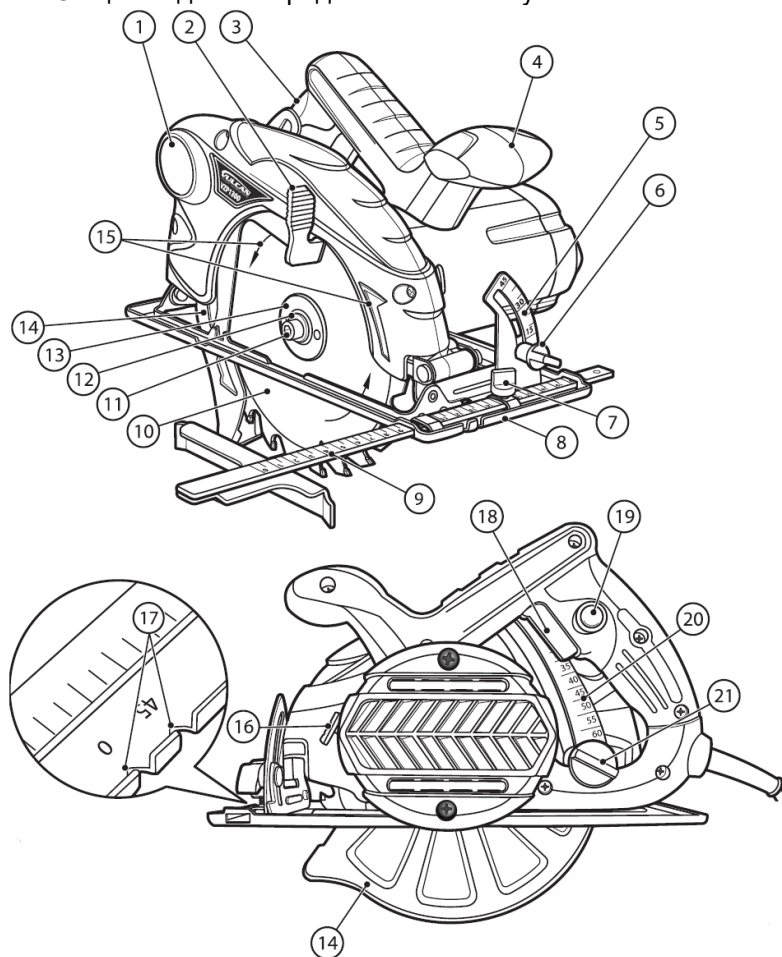

Рисунок 1
- Нажмите рычаг блокировки шпинделя 16 (Рис.1), зафиксируйте вал.
Используя ключ открутите болт крепления пильного диска 11 (Рис.1).
- Установите пильный диск, на шпинделе плотно прижав его к внутреннему фланцу. Убедитесь, что стрелки на диске и инструменте указывают в одном направлении вращения 15 (Рис.1). Соблюдайте направление вращения пильного диска и электродвигателя пилы.
- Поместите внешний фланец 13 (Рис.1) на шпиндель, так чтобы выпуклая сторона была направлена от диска.
- Вставьте в отверстие болт крепления диска 11 (Рис.1).
4.3 Установка угла наклона производится установкой корпуса двигателя под углом к опорной подошве 8 (Рис.1,2), контролируется по шкале и фиксируется винтом фиксации угла наклона 6 (Рисунок1,2). При необходимости точного выставления угла наклона используйте угломер.
- Ослабьте винт фиксации глубины пропила 21 (Рис.1,3).
Установите желаемую глубину реза, согласно показаниям шкалы глубины пропила 20 (Рис.1,3)
- Затяните винт фиксации глубины пропила 21 (Рис.1,3).
4.5 Параллельная направляющая 9 (Рис.1,4) используется для пиления параллельно базовой кромки заготовки. Ее устанавливают в специальные пазы и фиксируют винтом фиксации параллельной направляющей 7 (Рис.1,4).
4.7 Включение/выключение пилы осуществляется клавишей выключателя 18 (Рис.1). Конструкция выключателя предусматривает его
блокировку от не преднамеренного включения. Блокировка снимается нажатием на кнопку защиты от случайного включения 19 (Рис.1).